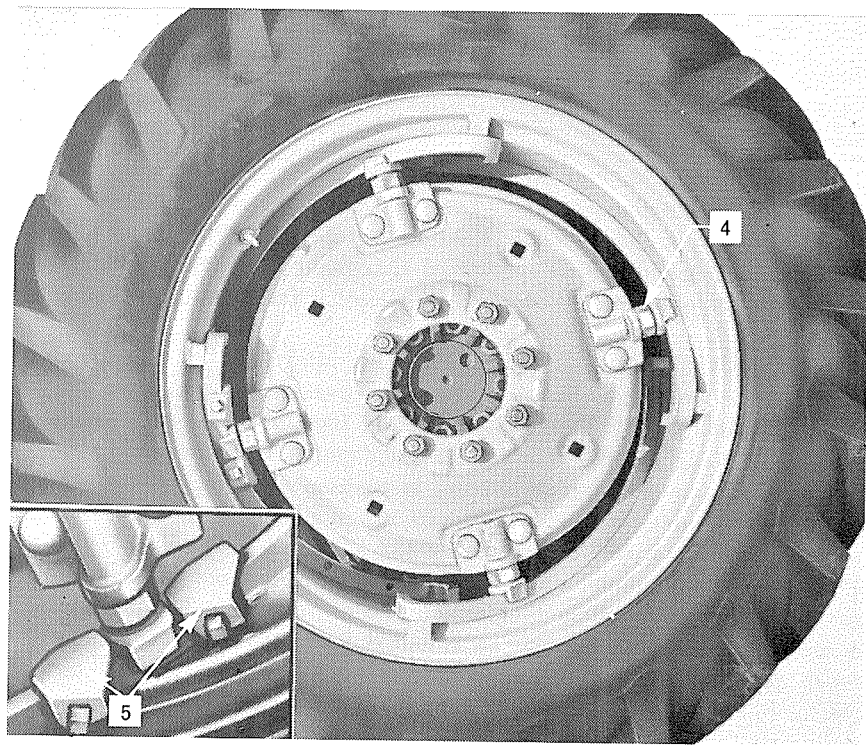

Figure 21 Roues arrière réglées par le moteur
Des roues arrières réglables par le moteur peuvent être fournies en équipement optionnel pour le Ford 2000 et le Ford 3000, avec ce système on peut facilement changer la voie, par étape de 10,2 cm, de 132 à 203 cm. Les roues ont deux gammes de largeurs suivant la position de leurs voiles concaves; tournés vers l'intérieur, comme en figure 21, on a les voies de 132 à 183 cm; tournés vers l'extérieur, on a celles de 152 à 203 cm.
mutez aussi les roues mais remplacez les voiles, leurs concavités tournées vers l'intérieur, comme en figure 21.
5. Amenez le deuxième cavalier d'arrêt contre la vis d'écartement elle-même plaquée contre le premier cavalier, Figure 21, en encart.